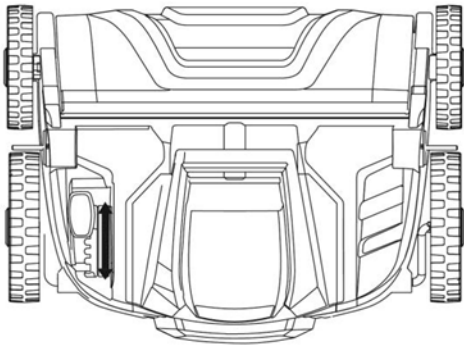

Bild 6.1
Byte av vals (bild 6.1 - 6.5)
- Placera apparaten på motorsidan på en torr plats och lossa vingmuttern genom att vrida den moturs för att öppna låset (fig. 6.1 - 6.2).